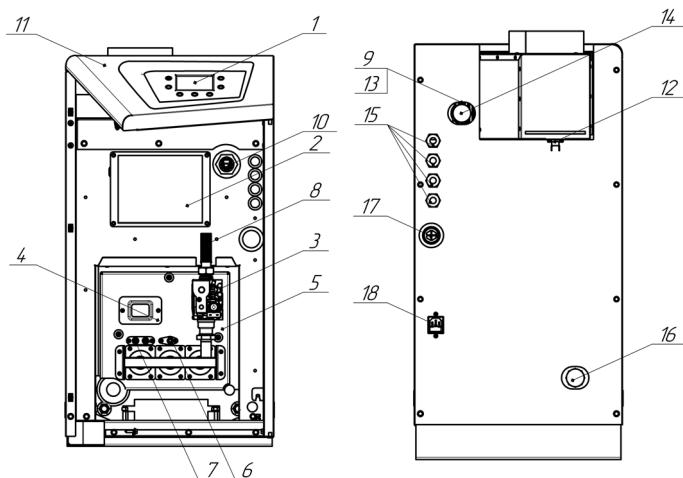

Рис. 1. Конструкция котла
- 5.1. Котел оснащен секционным чугунным теплообменником с оребренной поверхностью. В нижней части котла, в проеме топочной камеры, установлено газогорелочное устройство с органами управления. В верхней части котла находится газоотводящий патрубок для удаления продуктов сгорания из топки. На задней поверхности котла расположены резьбовые патрубки, с помощью которых котел подключается к системе отопления. Регулирование и поддерживание заданной температуры обеспечивается терморегулятором, модулирующим пламя основной горелки. Регулирование и поддерживание заданной температуры обеспечивается блоком управления (см. рис. 1).